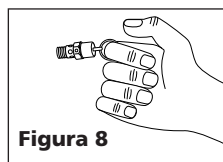

Figura 8
- Hále el anillo de la válvula de seguridad y déjelo que regrese a su posición normal (Vea la Figura 8).